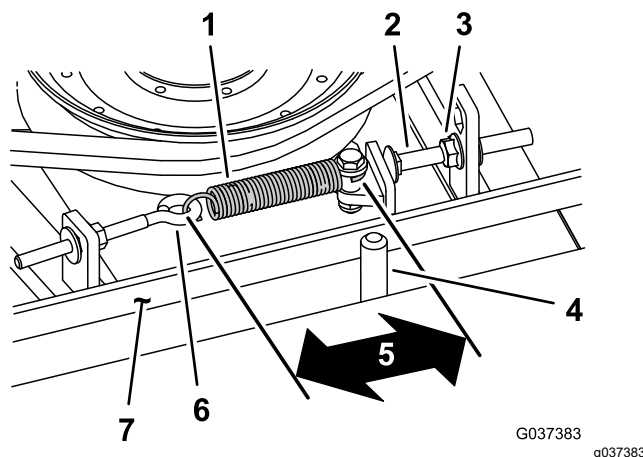

Figure 80
Lorsque le ressort d'extension est correctement tendu, l'intérieur doit mesurer (d'un crochet à l'autre) entre 8,3 et 9,5 cm. Lorsque le ressort est correctement tendu, ajustez le boulon d'arrêt (boulon de carrosserie) jusqu'à obtention d'un jeu d'environ 2 à 5 mm entre la tête du boulon et le bras de tension (Figure 80).
Remarque: La courroie doit être placée du côté ressort du guide (Figure 80).
2. Desserrez le boulon à œil pour pouvoir enlever le ressort d'extension (Figure 80).
3. Desserrez l'écrou à embase qui fixe le boulon d'arrêt à la patte de montage, et écartez la poulie de tension de la courroie pour détendre cette dernière (Figure 80).
9. Raccrochez le ressort d'extension (Figure 80) au boulon à œil et tendez la courroie comme suit :